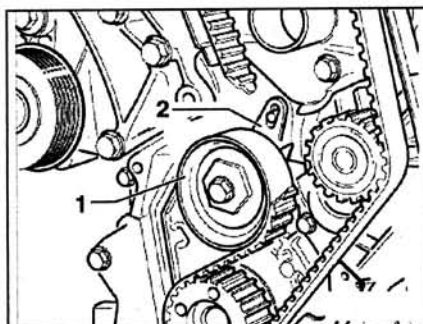

Рис. 2.106. Установите натяжной ролик 1 так, чтобы ушко 2 установилось на пальце на нижней части защитного кожуха ремня ГРМ.
21. Установите натяжной ролик 1 так, чтобы ушко 2 установилось на пальце на нижней части защитного кожуха ремня ГРМ (рис. 2.106).